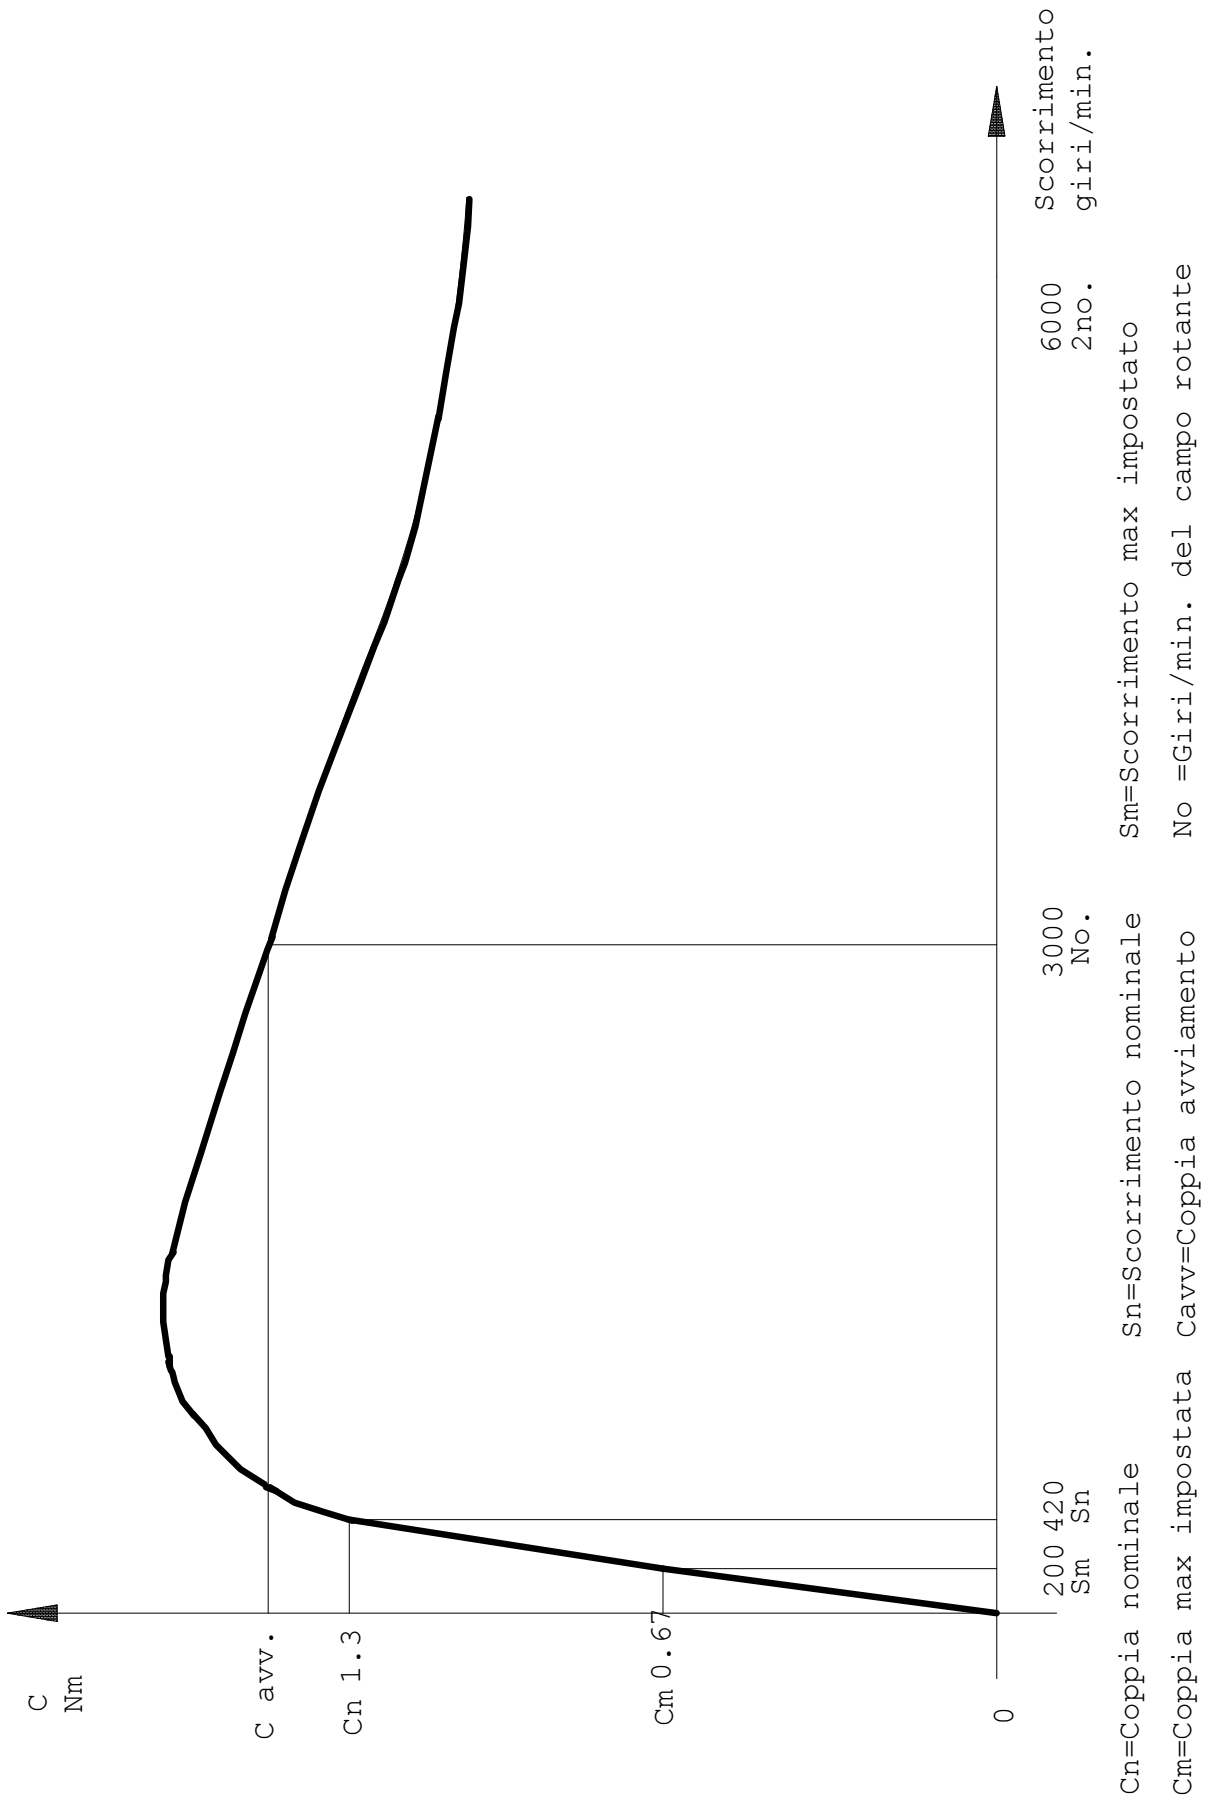

Fig.: 21
- Diagramma della coppia motrice in funzione dello scorrimento relativo ad un motore da 370W a 2 poli nel funzionamento a flusso costante (vedi Fig.: 21). Il diagramma viene praticamente utilizzato nel tratto che va da scorrimento 0 allo scorrimento di coppia massima. Serve a stabilire di quanto deve essere limitato lo scorrimento S_m del motore per limitare la coppia massima C_m al valore desiderato.